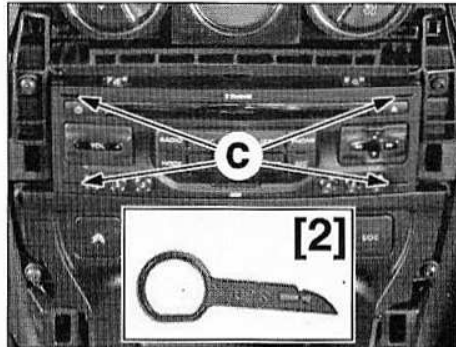

FIG.22
- A l'aide de quatre outils [2] engagés dans les orifices en (c), extraire l'autoradio et débrancher ses connecteurs pour le déposer (Fig.22).